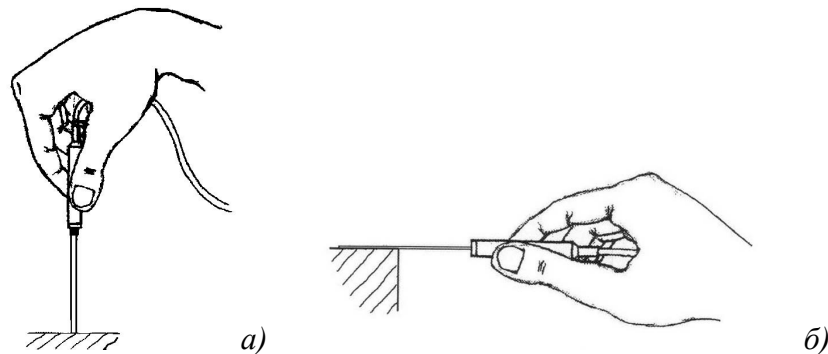

Рис. 5 Измерение магнитной индукции на поверхности объекта:
2.3.4 Примеры измерений нормальной составляющей магнитной индукции относительно поверхности постоянного магнита или любого намагниченного объекта приведены на рис. 5 а), б).